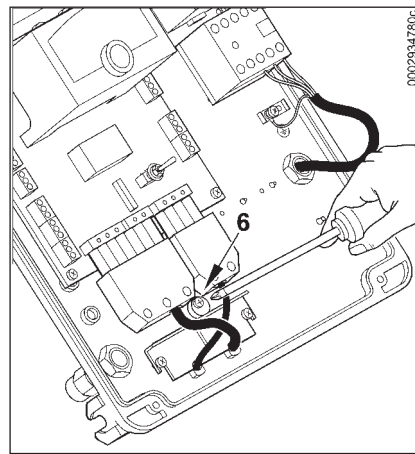

Рисунок 3
- Поместите пластинку кабельного зажима, как указано на рис. 3. Поверните эксцентрик "6" так, чтобы пластинка зажима придавила должным образом на два провода. Теперь можно затянуть винты, фиксирующие пластинку зажима. Наконец, соедините два разъёма: 7-штырьковый и